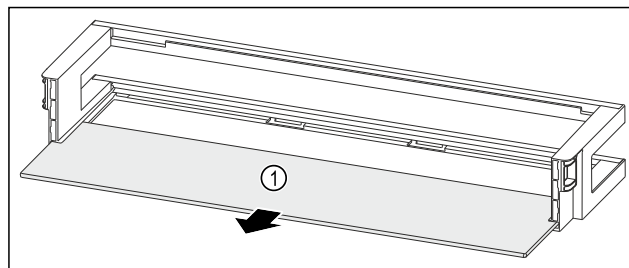

Fig. 240 Durvju plaukts ar plauktu
- Izņemiet plauktu Fig. 240 (1).